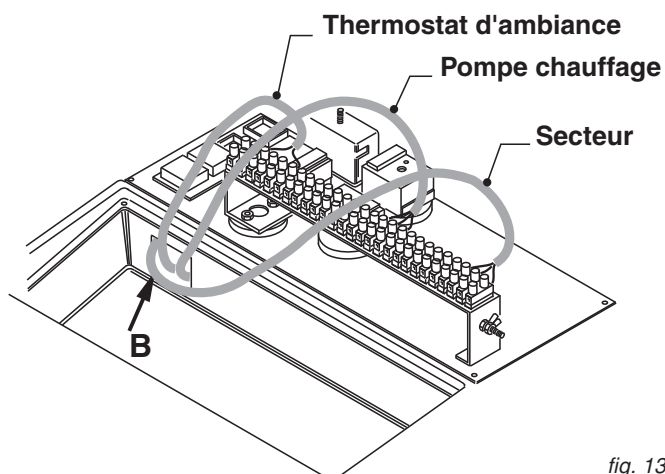

fig. 13
- 3) Introduire les câbles électriques de connexion au secteur 230V, de la pompe chauffage et du thermostat d'ambiance éventuel dans le conduit "B" qui sort sur le côté arrière de la jaquette (voir fig. 13).